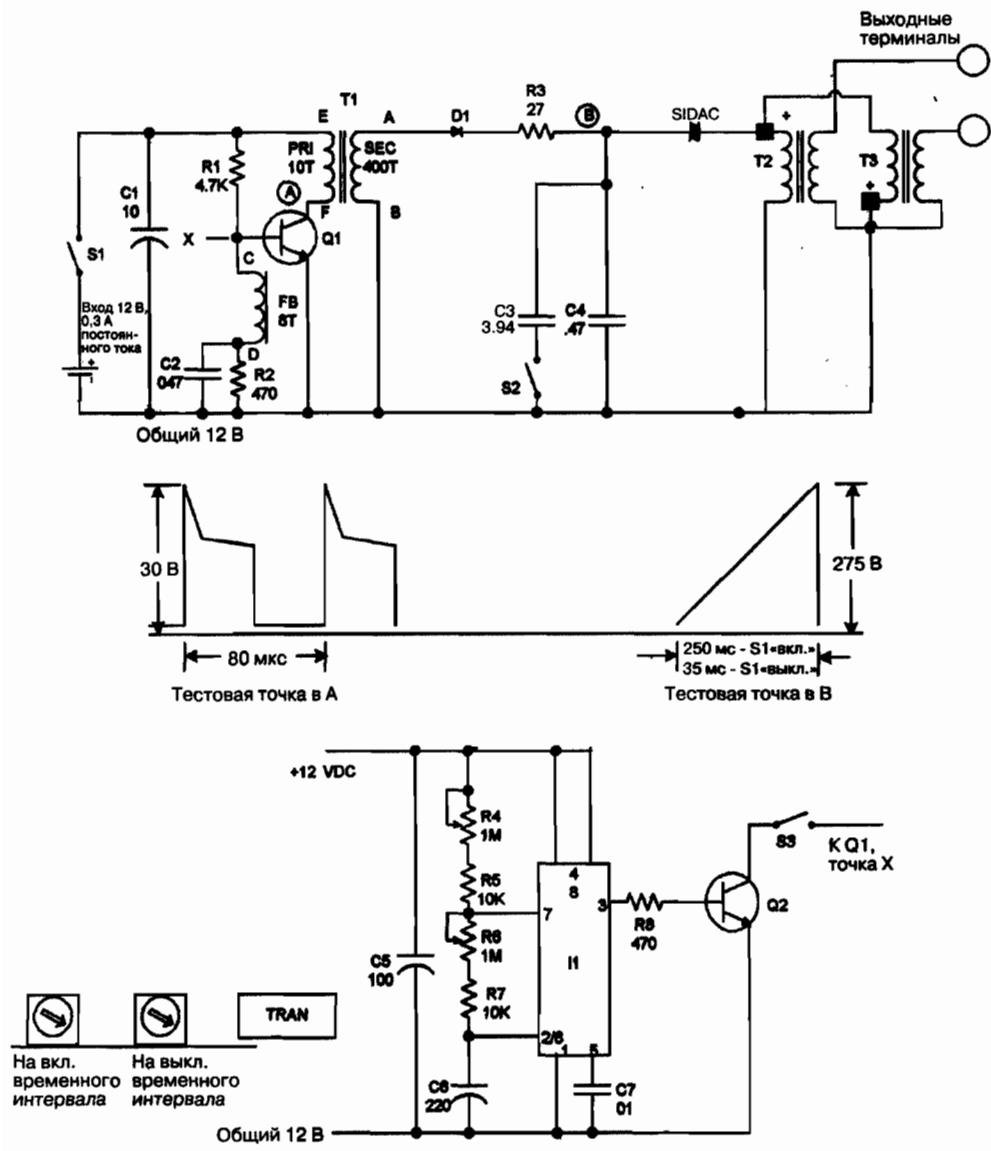

Рис. 15.2. Принципиальная схема генератора молнии Тесла
На рис. 15.2 показана схема устройства. Высокое напряжение постоянного тока вырабатывается схемой импульсного блокинг-генератора на транзисторе Q1 с двумя обмотками трансформатора T1 – коллекторной и базовой, которая создает сильную положительную обратную связь, в силу чего устройство работает в автоколебательном режиме генерации коротких импульсов. Ток первичной обмотки I увеличивается как функция E_t/L (при включенном Q1), где E – приложенное напряжение, по схеме 12 В постоянного тока, а L – индуктивность первичной обмотки T1. Это увеличение тока приводит к тому, что напряжение на обмотке обратной связи удерживает Q1 во включенном состоянии вследствие подачи тока базы через резистор R2 и ускоряющий конденсатор C2. Насыщение сердечника T1 вследствие высокого постоянного тока в первичной обмотке вызывает снижение напряжения базы до 0, выключая Q1. Выключение Q1, в свою очередь, приводит к возникновению обратного напряжения на вторичном смещающем диоде D1 и зарядных конденсаторах C3 и C4. Когда конденсатор заряда достигает порога напряжения срабатывания кремниевого симисторного переключателя SIDAC (около 300 В), он включается, разряжая емкость конденсаторов в первичные встречно включенные обмотки импульсных трансформаторов T2 и T3. Эта энергия вызывает быстрый рост прямого тока, вырабатывая выходные импульсы высокого напряжения, необходимые для демонстрации вспышки.
- Включите S3 и наблюдайте циклическую демонстрацию искрового разряда с примерным повторением цикла «100 секунд включено», «100 секунд выключено» (устанавливается вращением осей переменных сопротивлений R4 и R6 по часовой стрелке до конца (см. рис. 15.2)). Эти временные интервалы независимо друг от друга изменяются в широких пределах переменными сопротивлениями R4 и R6. Мы предлагаем именно эти временные установки. При таких показателях создается низкий уровень нагрузки, и устройство можно оставить работать постоянно.